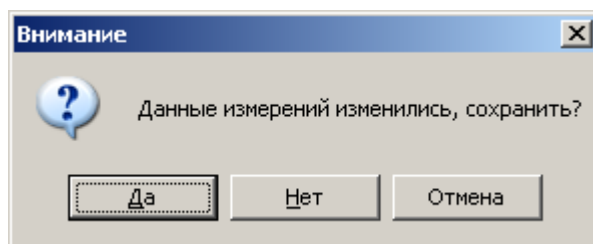
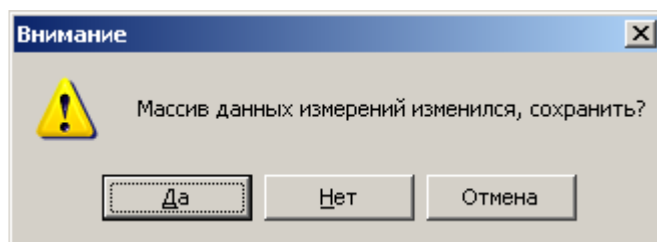

Рисунок 35. Диалог предупреждения о несохраненных данных при закрытии окна поверки
Рисунок 36. Диалог предупреждения о несохраненных данных
6.5.1.6 Если результаты не были сохранены или распечатаны, при закрытии окна поверки или при очистке таблицы результатов измерений кнопкой «Очистить» появится предупреждение (см. рисунок 35 и рисунок 36 соответственно). При ответе «Да» будет предложено сохранить данные проведенной поверки, которые в дальнейшем можно будет загрузить с помощью меню «Проект» – «Загрузить».